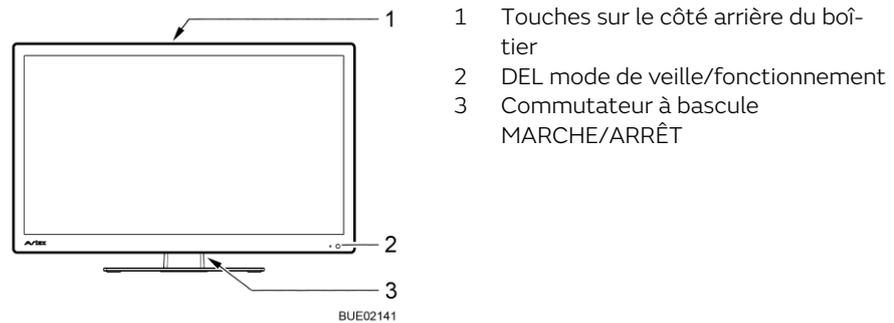
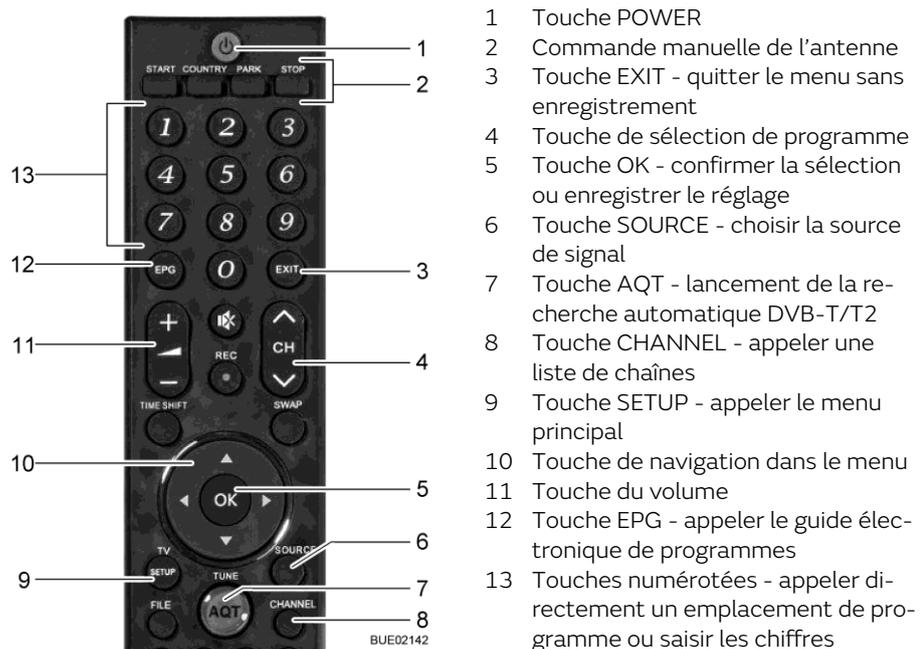

Fig. 49 Commande à l'écran plat
Fig. 50 Télécommande
- Positionner le commutateur à bascule (Fig. 49,3) en face arrière de l'écran plat sur MARCHE. Le système passe dans le mode de veille. La DEL (Fig. 49,2) s'allume en rouge.
- Appuyer sur la touche POWER (Fig. 50,1) de la télécommande. La DEL (Fig. 49,2) s'allume en bleu.
- Appuyer sur les touches de sélection de programme (Fig. 50,4 ou Fig. 50,13) jusqu'à ce que le programme de télévision désiré soit choisi.
- Appuyer sur la touche SOURCE (Fig. 50,6) jusqu'à ce que la source de signal désirée soit choisie.
- Appuyer sur la touche PARK (Fig. 50,2). L'antenne se met en position rangée.
- Appuyer sur la touche SOURCE (Fig. 50,6) jusqu'à ce que la source de signal désirée (telle que DVD) soit choisie.
- Appuyer sur la touche POWER (Fig. 50,1) de la télécommande. Le système passe dans le mode de veille. La DEL (Fig. 49,2) s'allume en rouge.
- Positionner le commutateur à bascule (Fig. 49,3) en face arrière de l'écran plat sur ARRÊT.